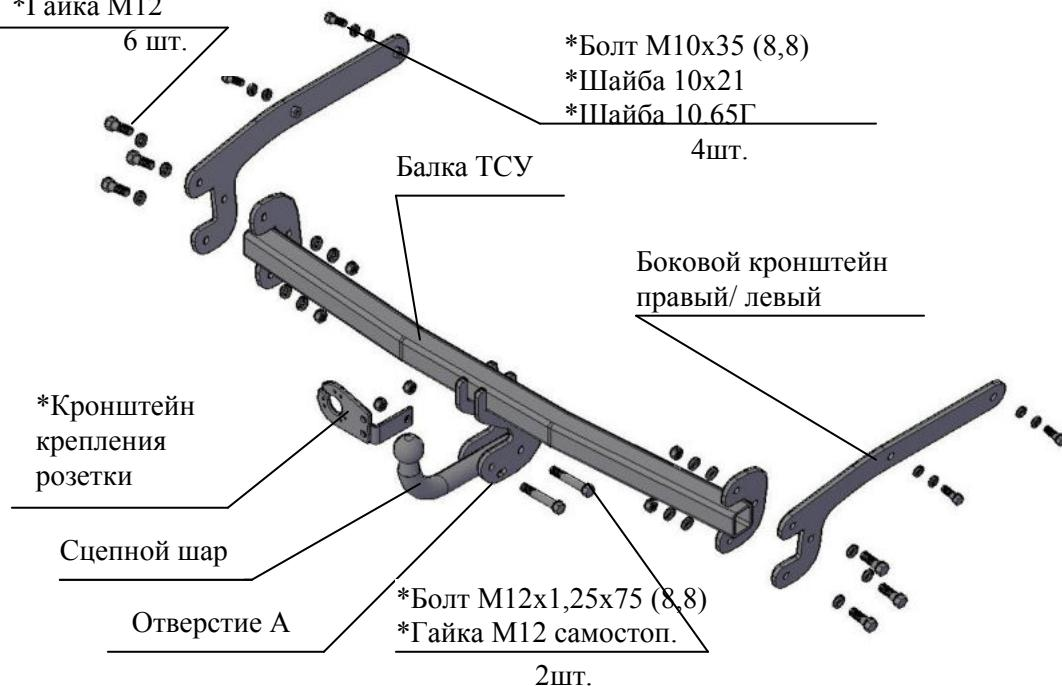

Рис.1 Тягово-сцепное устройство ТСУ 6015
| 2.1 ТСУ 6015 в сборе (рис.1) | 1 шт. |
| 2.2 Пакет с комплектующими (см. рис.1) | 1 шт. |
4.3 Установить боковые кронштейны ТСУ (правый и левый соответственно рис.1) в лонжероны до совпадения положения приваренных гаек с отверстиями во внешних полках лонжеронов. Закрепить болтами M10x35, подложив под болты шайбы 10x21 и шайбы 10.65Г. Крепеж не затягивать.